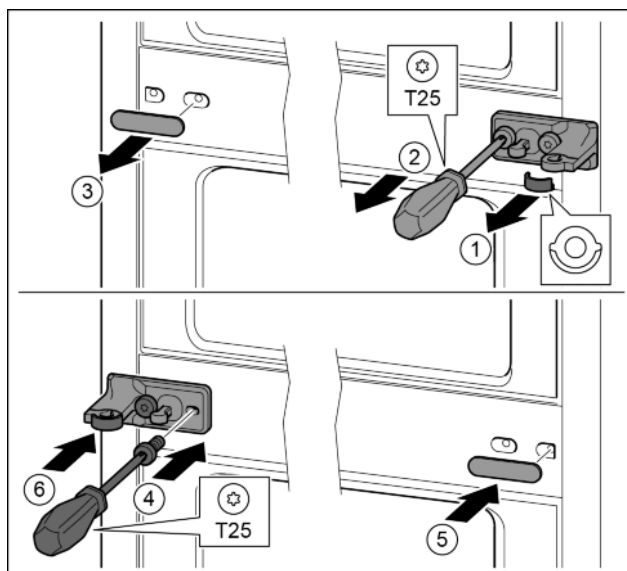

Fig. 28
- ▶ Снять шайбу. Fig. 28 (1)
- ▶ Выкрутить винты отверткой T25. Fig. 28 (2)
- ▶ Осторожно снять крышку. Fig. 28 (3)
- ▶ Плотно прикрутить опорный кронштейн с подкладкой с поворотом на 180° с другой стороны. Fig. 28 (4)
- ▶ Установить крышку с поворотом на 180° с другой стороны. Fig. 28 (5)
- ▶ Спереди надвинуть шайбу. Fig. 28 (6)